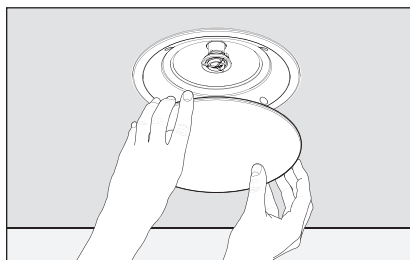

Fig. 5e
11. Poussez délicatement la grille en place (Figures 5e et 6e). Apposez le logo MartinLogan si vous le souhaitez.